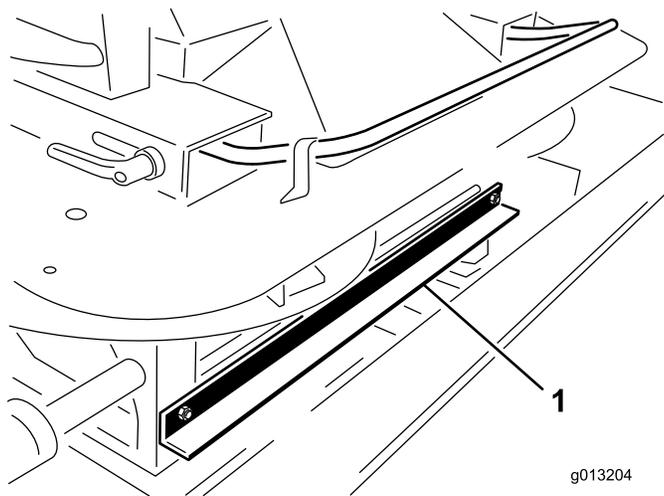

图4
3. 从双甩盘的前面卸下将机器提升装置运输支架连接到双甩盘上的 2 个螺栓和螺母（图4）。